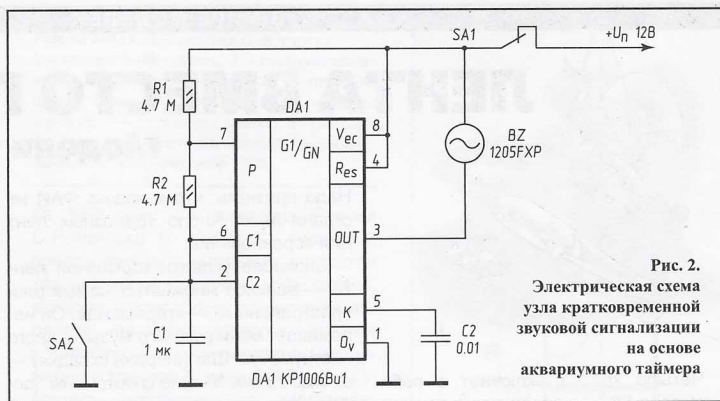

Рис. 2
са S6B (рис. 2) чемпиона России С.Романюка (г. Урай) — типичный представитель летательных аппаратов так называемой «уральской» схемы, автором и разработчиком которой является коллектив ракетомodelистов г. Челябинска под руководством заслуженного тренера России В.И.Тарасова. Модель изготовлена по достаточно известной технологии.
▶ **Рис. 2. Модель ракеты класса S6B чемпиона России 2003 г. С. Романюка (г. Урай):**